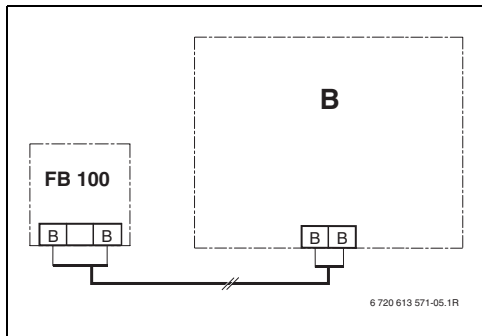

Fig. 9 FB 100 este racordat la un participant arbitrar la magistrală (B).
- ▶ Se efectuează legăturile electrice (→ Fig. 9 la pagina 13).